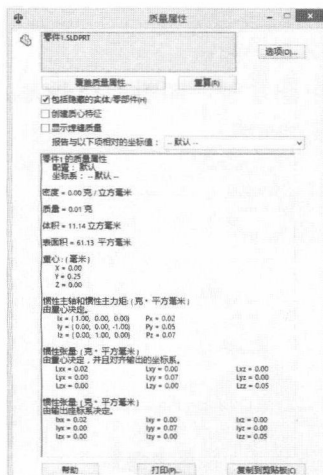

图 1.19 零件的质量属性
(6) 选择【评估】|【质量属性】命令，弹出【质量属性】对话框，如图 1.19 所示。由此对话框可知如下信息：